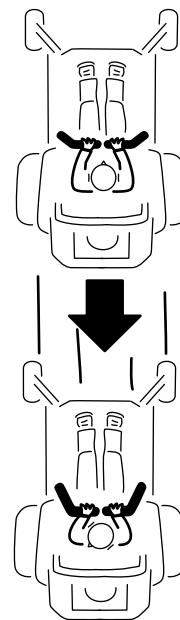

Bild 35
2. Ziehen Sie zum Rückwärtsfahren die Fahrtriebshebel langsam nach hinten (Bild 35).